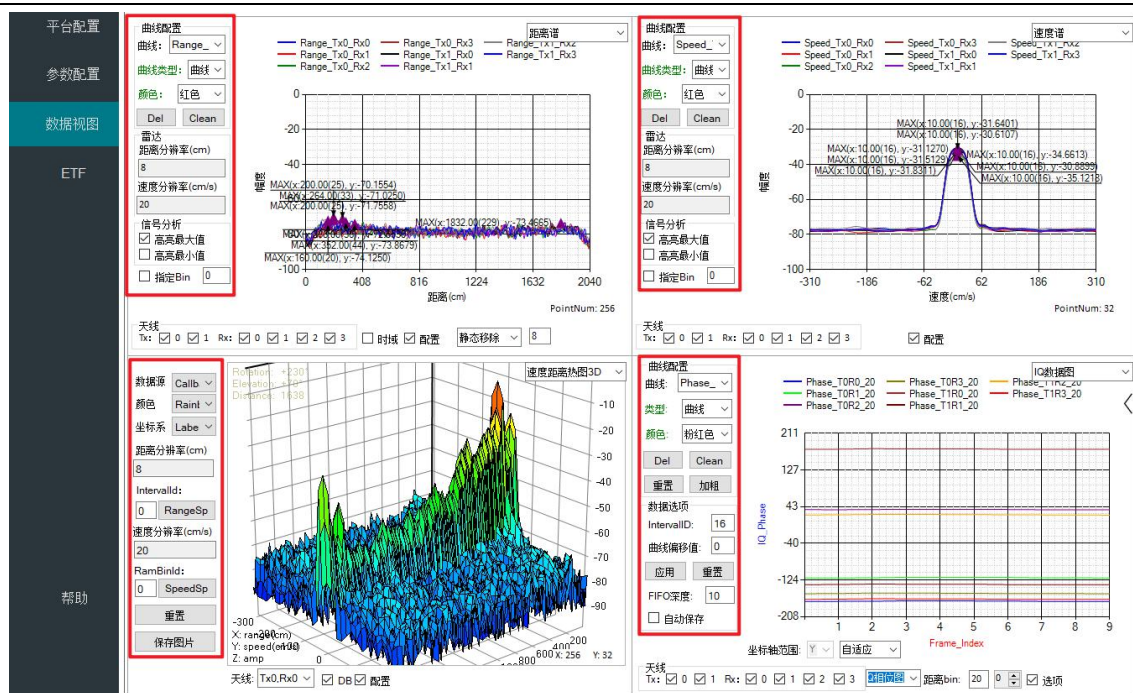

图 2-27 配置选项 (DataCube)
- 3、如图 2-27 所示，勾选配置选项，可打开配置栏。配置栏中可进行曲线配置、分辨率设置和信号分析；